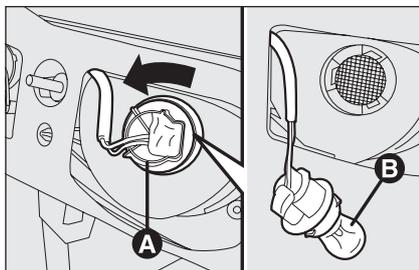

fig. 35
- ruotare in senso antiorario il portalampada **A-fig. 35**, estrarre la lampada **B** e sostituirla;